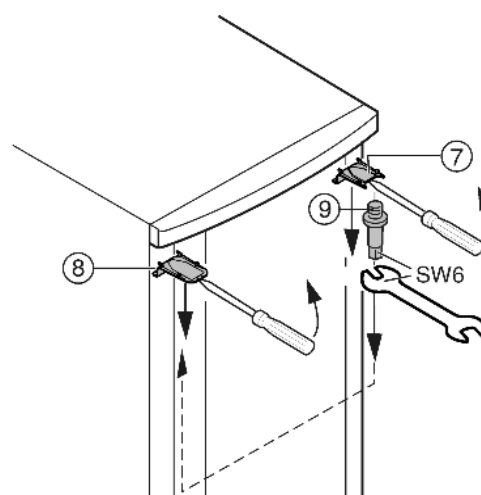

Fig. 7
- ▶ Faire décliqueter le cache Fig. 7 (7) en haut et le cache Fig. 7 (8) avec un tournevis devant et l'enlever diagonalement vers le bas.
- ▶ Dévisser le pivot d'appui Fig. 7 (9) et le visser du côté opposé (avec 4 Nm).
- ▶ Remonter le cache Fig. 7 (7) du côté du pivot d'appui : l'insérer par l'arrière et l'encliqueter sur l'avant.
- ▶ Monter le cache *Fig. 7 (8)* sur le côté opposé: l'insérer par l'arrière et l'encliqueter sur l'avant.
- ▶ Accrocher la porte dans le pivot d'appui *Fig. 7 (9)* supérieur.